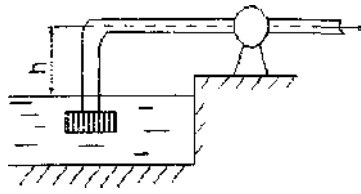

Рисунок 5
11. Визначити граничну висоту розташування осі відцентрового насоса над рівнем води в джерелі, якщо насос забирає Q води через всмоктуючий трубопровід діаметром d . Вакууметричний тиск на всмоктуючому патрубку був $P_{ВАК}$. Втрати напору у всмоктуючій лінії h_w . (Рис. 5).